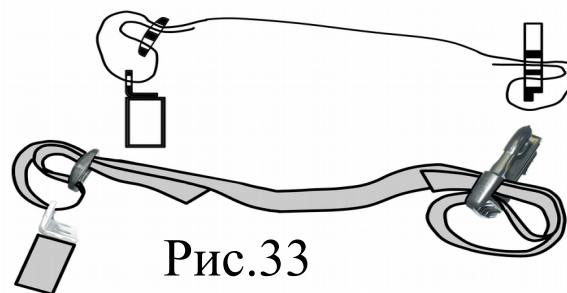

Рис.33
2. Соединить зацеп Фастекс поз. 134 с кронштейнами на противоположной стороне рамы кровати, используя ремень длинный поз. 131 и пряжку пластиковую поз. 133. Схема продевания ремня изображена на рис.33.